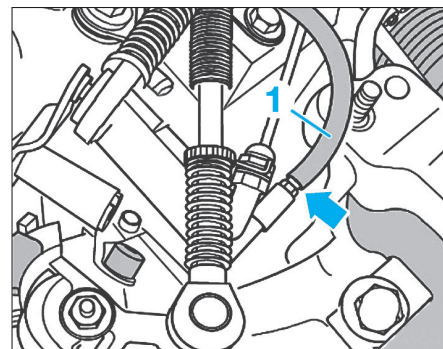

FIG. 19
- Raccorder le tuyau de purge (1) sur le purgeur (Fig.19).